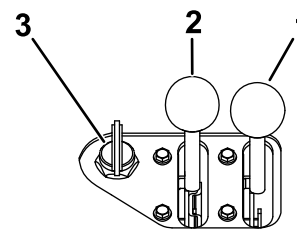

Bild 16
- A. Stellen Sie den Chokehebel in die EIN-Stellung (**Bild 16**).
- B. Drehen Sie den Schlüssel in die EIN-Stellung (**Bild 16**). Lassen Sie den Schlüssel los, wenn der Motor anspringt.
- C. Schieben Sie den Chokehebel langsam in die AUS-Stellung (**Bild 16**). Schieben Sie beim Absterben oder Aussetzen des Motors den Choke wieder nach vorne, bis der Motor warm gelaufen ist.
3. Für Kohler-Motoren: Drehen Sie den Schlüssel in die EIN-Stellung (**Bild 16**). Lassen Sie den Schlüssel los, wenn der Motor anspringt.
4. Schieben Sie den Gasbedienungshebel in die gewünschte Stellung (**Bild 16**).
1. Stellen Sie den Gasbedienungshebel zwischen die Stellung LANGSAM und SCHNELL (**Bild 16**).
2. Stellen Sie den Gasbedienungshebel in die LANGSAM-Stellung (Bild 16).